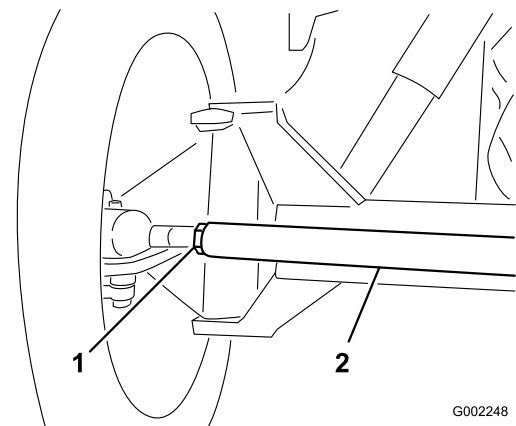

图52
3. 如果测量值超出规定的范围、请松开横拉杆两端的锁紧螺母图52。